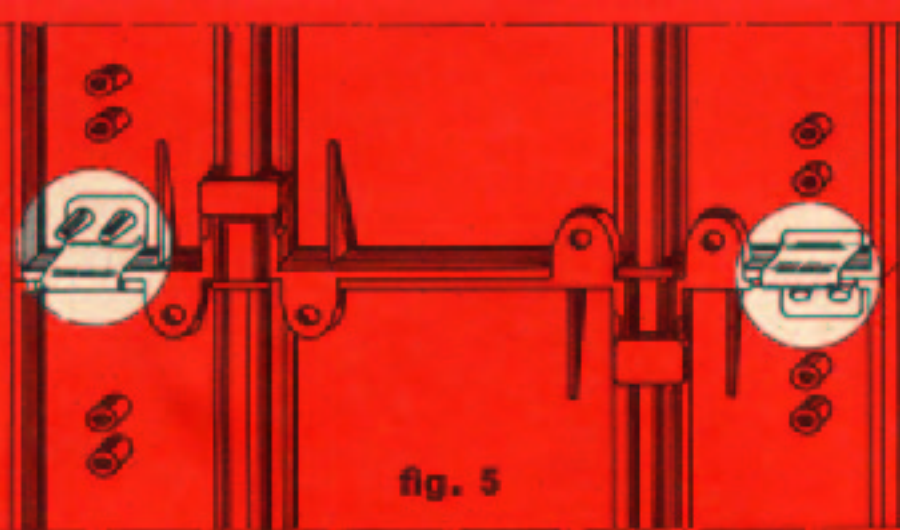

fig. 5
- Vous pouvez relever légèrement vos virages en employant des **PILIERS CIRCUIT 24**, ou effectuer des relèvements beaucoup plus accentués à l'aide des « **CRÉMAILLÈRES** » prévues à cet effet. L'emploi de clips de renforcement facilitera cette exécution. (Fig. 5)
- Si vous désirez galber un virage à 180° avec un très fort relevage (environ 45°), nous vous conseillons l'astuce suivante, qui vous permettra de réaliser une courbe parfaitement relevée du style « **MUR DE LA MORT** » : pour faire votre virage de 180°, au lieu de prendre 10 éléments de 18°, vous n'en prendrez que 9, qui, raccordés à chaque extrémité à 2 droites, donneront le relevage voulu en rapprochant ces deux droites jusqu'à ce qu'elles deviennent parallèles. Vous soutiendrez votre virage à l'aide de « **CRÉMAILLÈRES** ». Étant donné les grandes tensions, vous emploierez obligatoirement pour ce montage, des clips de renforcement (Fig. 5).